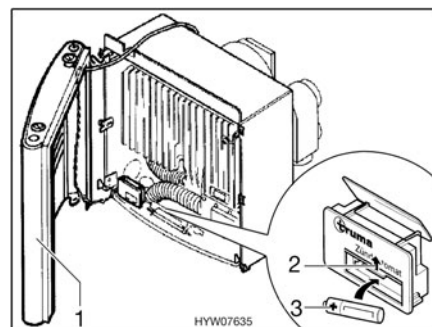

Fig. 99 Chauffage ouvert
- Placer l'habillage sur le côté (Fig. 99,1) pour que les câbles de raccordement pour le ventilateur d'air chaud et pour la lampe témoin de l'allumage n'aient pas à être débranchés.
- Pousser le couvercle du compartiment à piles de l'allumage automatique (Fig. 99,2) vers le haut.
- Placer une nouvelle batterie (Fig. 99,3) de même type, en plaçant correctement les pôles (+/-), dans le compartiment à piles de l'allumage automatique. N'utiliser que des piles AAA résistantes à la chaleur (+70 °C) et étanches.